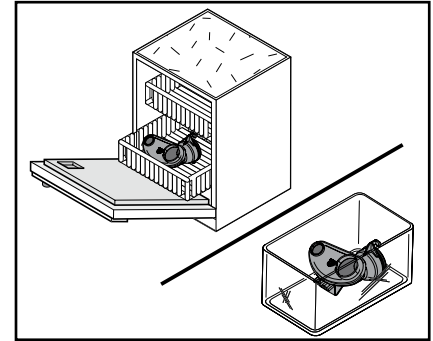

Fig. 29
- Limpe a câmara de mistura com o anel de vedação (Fig. 29)